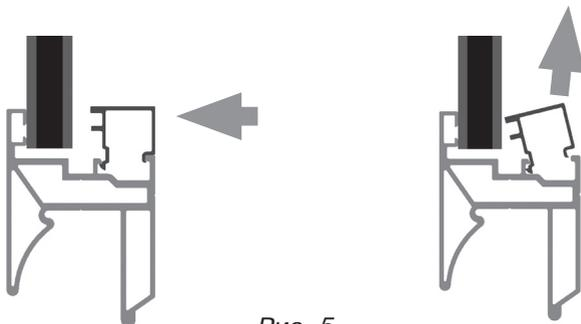

Рис. 5
- надавить на штапик до его освобождения из зацепления, извлечь штапик (рис.5).